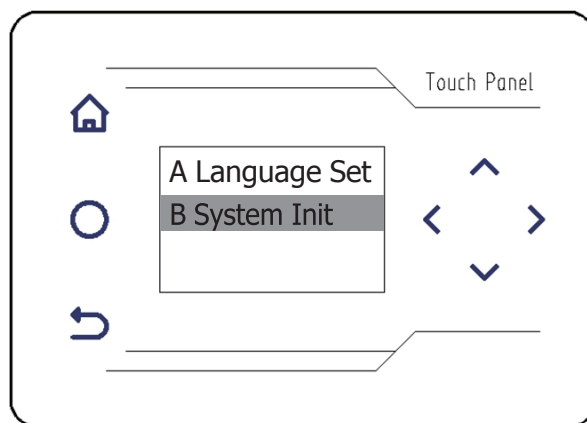

Figura 46
B. Inicialize o sistema (figura 46)
Na interface do submenu de "Configurações avançadas", pressione,  $\wedge$   $\vee$  adicionar/subtrair, selecionar e pressionar" sistema de inicialização" (figura 46),